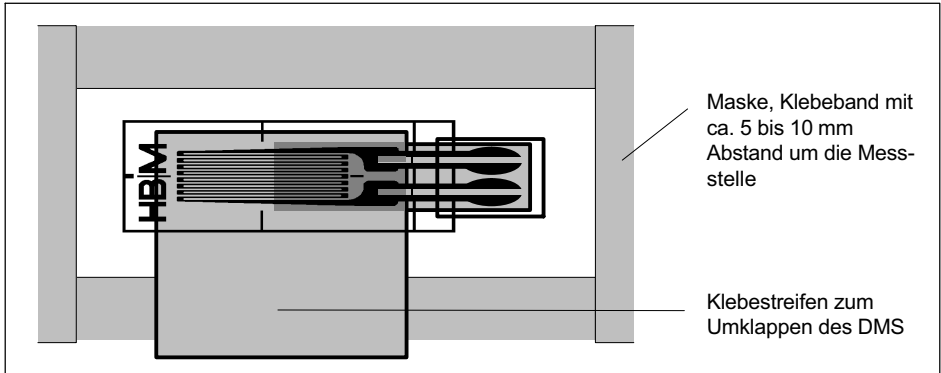

Abb. 5.4 Vorbereiten der DMS-Installationsstelle
- Bringen Sie ein Klebeband im Abstand von ca. 5 bis 10 mm um die Installationsfläche an (siehe Abb. 5.4).